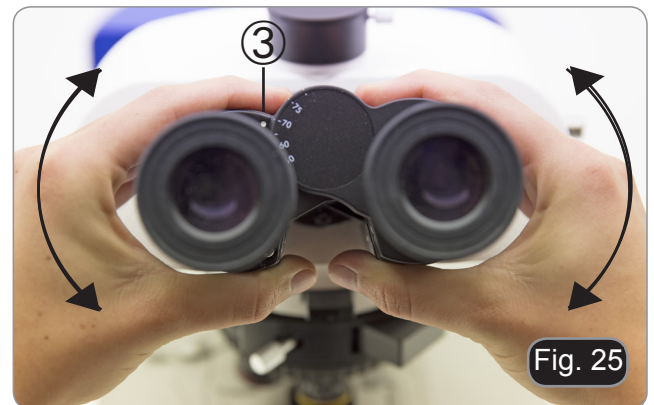

Fig. 25
- **La scala graduata sull'indicatore della distanza interpupillare ③, indicata dal puntino “.” sul portaoculare, mostra la distanza interpupillare dell'operatore. (Fig. 25)**
Abbassare i paraocchi in gomma con entrambe le mani. La presenza dei paraocchi abbassati evita di graffiare le lenti degli occhiali. (Fig. 25)